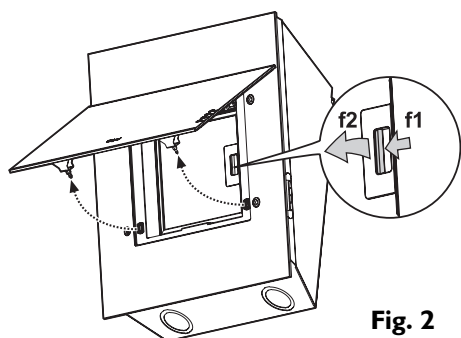

Fig. 2
3. Togliere il/i filtro/i antigrasso (Fig. 2). Per toglierlo/i tirare la maniglia di sgancio a molla (f1) poi estrarre il filtro/i (f2).
1. Aprire il pannello frontale e togliere il filtro antigrasso (Fig. 2).